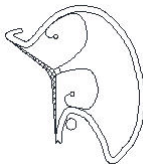

Figura 16 Stato dell'occlusore dell'auricola atriale sinistra impiantato nell'LAA
***Nota:** eseguire un'ecocardiografia e un'angiografia per confermare la stabilità del dispositivo. Come mostrato nella **Figura 16**, la struttura a ombrello è compressa ed è posizionata distalmente all'origine dell'arteria circonflessa sinistra (secondo ecocardiografia); tutte le parti della struttura a ombrello sono dispiegate (secondo diverse proiezioni angiografiche); la copertura assume nuovamente una conformazione concava (secondo angiografia). In caso contrario, ricattare il dispositivo tenendo ferma la guaina di posizionamento e tirando il cavo di posizionamento per riportare il dispositivo completamente all'interno della guaina di posizionamento. Regolare la posizione e aprire nuovamente la struttura a ombrello. Oppure sostituire l'occlusore dell'LAA con un nuovo occlusore avente **RIF.** diverso.*